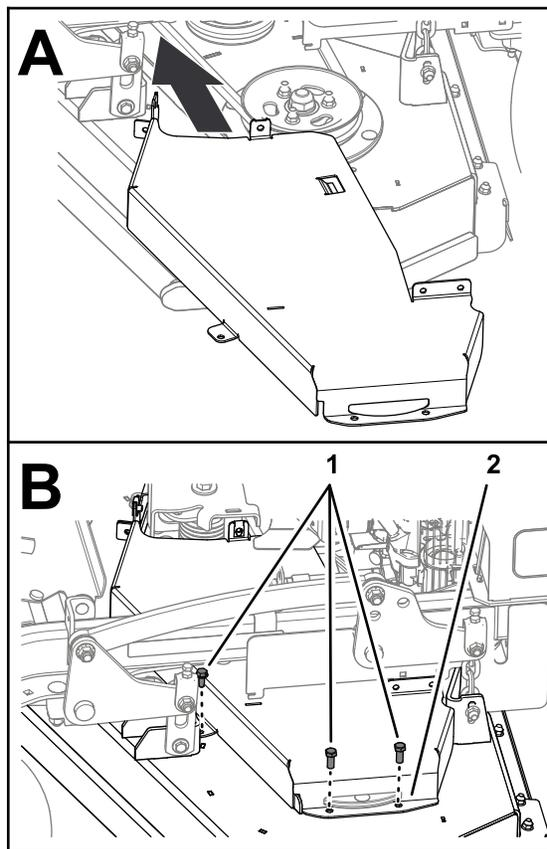

Figure 42
- Fixez le protège-courroie gauche au plateau (Figure 42) à l'aide des 3 boulons que vous avez retirés sous Dépose du protège-courroie gauche (page 28).